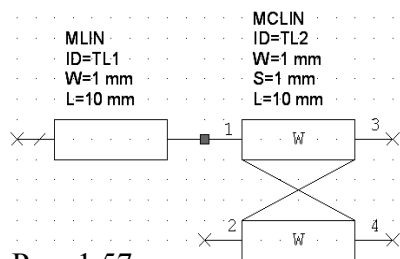

Рис. 1.57
4. В нижней части левого окна выберите элемент **MLIN** и перетащите его в окно схемы. Затем в верхней части левого окна щёлкните по подгруппе **Coupled Lines** (Связанные линии), в нижней части левого окна найдите элемент **MCLIN**, перетащите его в окно схемы и соедините с правым концом элемента **MLIN**, как показано на рис. 1.57.